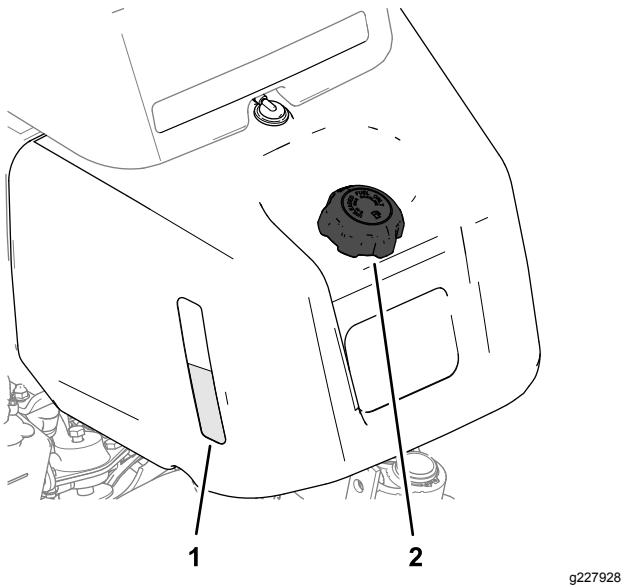
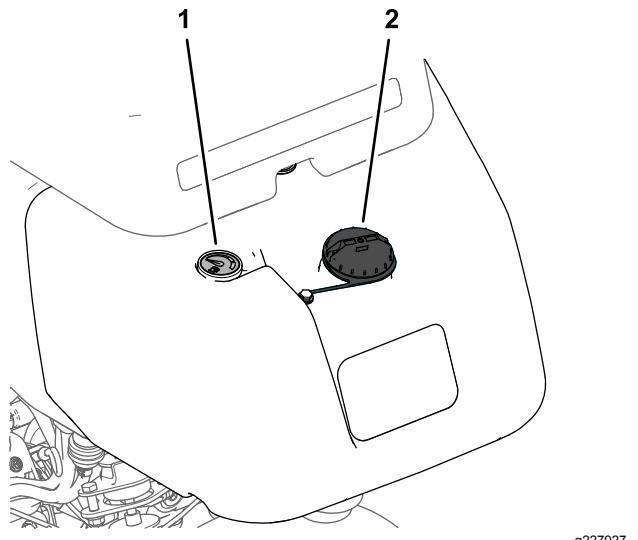

Bild 20
Bild 21
1. Reinigen Sie den Bereich um den Tankdeckel und nehmen Sie den Deckel ab (Bild 20 oder Bild 21).